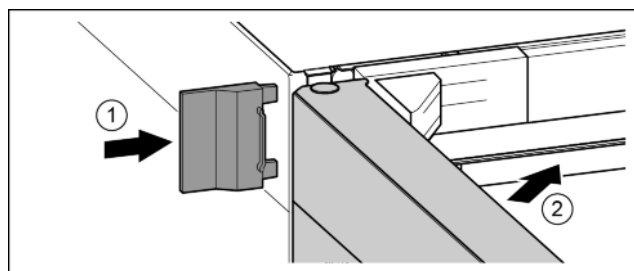

Fig. 26
▶ Надвинуть внешнюю крышку. Fig. 26 (1)
▶ Закрыть верхнюю дверь. Fig. 26 (2)